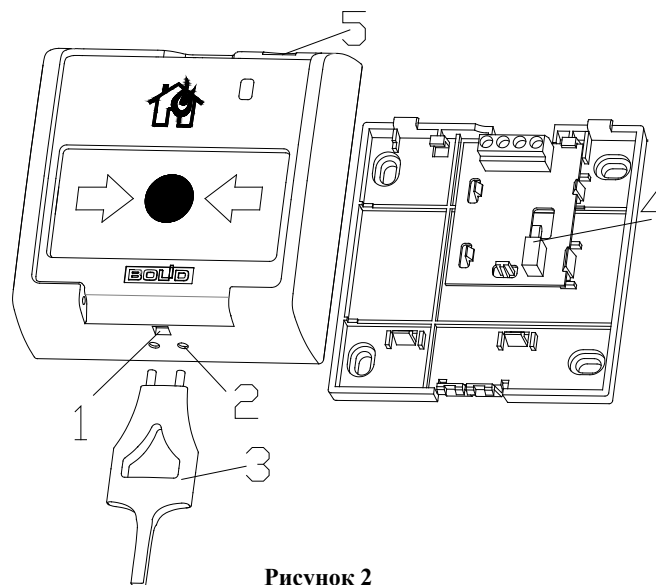

Рисунок 2
- Командой «Программирование адреса устройства» можно задать адрес извещателя независимо от того, какой ему адрес присвоен на данный момент. Это может быть использовано в случае назначения одинаковых адресов двум и более устройствам. Для этого необходимо с пульта или компьютера подать команду на программирование с номером требуемого адреса. Светодиодный индикатор извещателя перейдёт в режим четырёхкратных миганий с периодом 4 секунды. После этого в течение не более 5 минут открыть корпус извещателя и, используя кнопку формирования события «Пожар2» (см. рис. 2, позиция 4), набрать комбинацию из 3-х длинных (более 1 с, но менее 3 с) и 1-го короткого нажатия (менее 0,5 с), длительность паузы между нажатиями не более 0,5 с. При этом на пульте или компьютере отобразятся события о потере связи с устройством по старому адресу и о восстановлении связи с устройством по запрограммированному адресу. Если устройства имели одинаковый адрес, то сообщения о потере связи по старому адресу не будет.